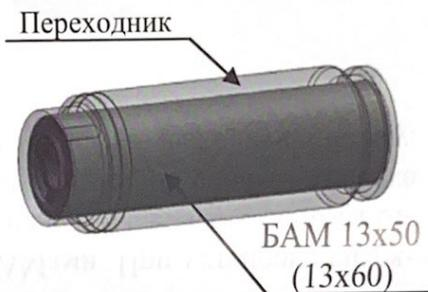

Рис. 4
5.3.4. При зарядке устройства БАМами 13x50 (13x60) поместите БАМы в соответствующие переходники (рис. 4) и выполните те же действия, что и со штатными БАМами.